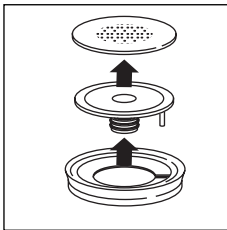

fig. 25
- Remove the gasket (fig. 25).